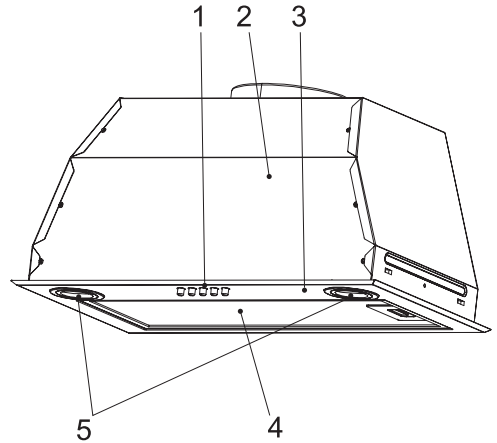

Рис. 1
Наружная часть вытяжки состоит из следующих составных частей (см. рис. 1):
- видимой частью кухонной вытяжки является съемная декоративная панель (см. рис. 1, позиция 3), а основной корпус вытяжки спрятан в подвесном шкафу;
- снять декоративную панель 3 (см. рис. 1), открутив для этого винты ее крепления.